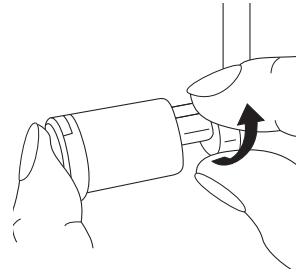

Abb.92
- Stellen Sie das bewegliche Obermesser **18** in Ruhestellung (Abb. 92). Die Textile wird nicht beschnitten bei dieser Art von Naht.